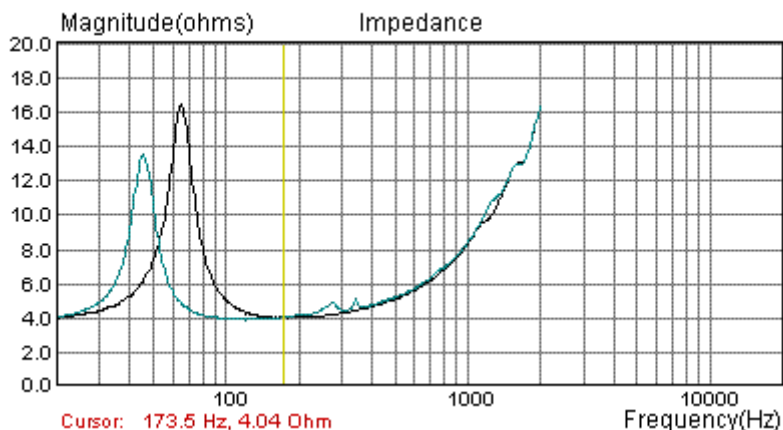

Ilustración 5.3 Curvas de impedancia (la de la frecuencia de resonancia menor se obtiene añadiendo masa a la membrana)
2. datos de la impedancia medida con una masa adicional en la membrana (como en la Ilustración 5.3),